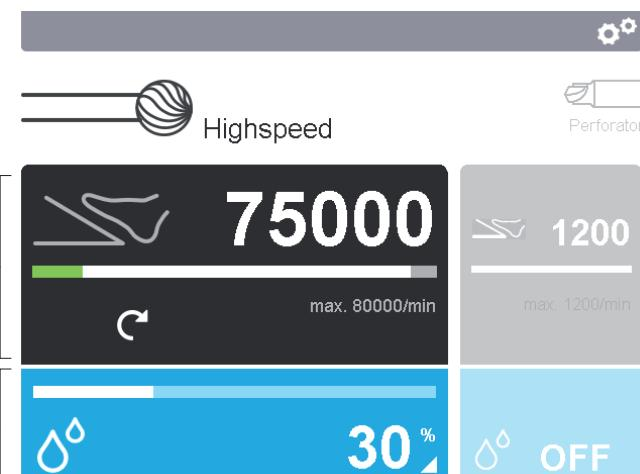

Fig. 5 Activación de los paneles de mando
- ▶ Modificación de los parámetros de ajuste del elemento de aplicación: Accionar el panel de mando del elemento de aplicación b en la pantalla 2, ver Fig. 5.